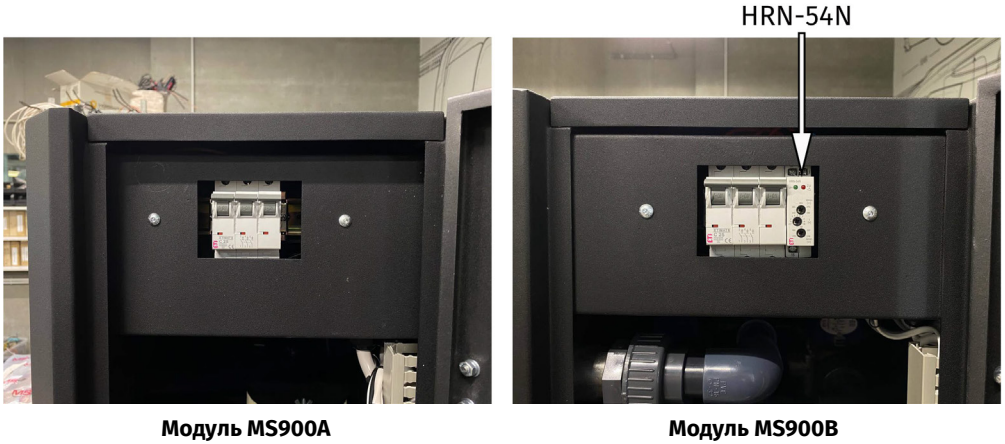

Рисунок 26. Увімкнення автоматичних вимикачів
1. Відкрийте двері на модулях MS900A і MS900B і увімкніть автоматичний вимикач (див. рис. 26). Після увімкнення на реле HRN-54N модуля MS900B має загорітися зелений індикатор, якщо горить червоний - значить, неправильне фазування в розетці, і **модуль працювати не буде**.